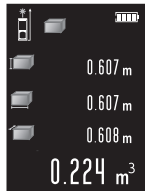

Fig. 4
Step 1 - Ottenere primo risultato come Fig.4